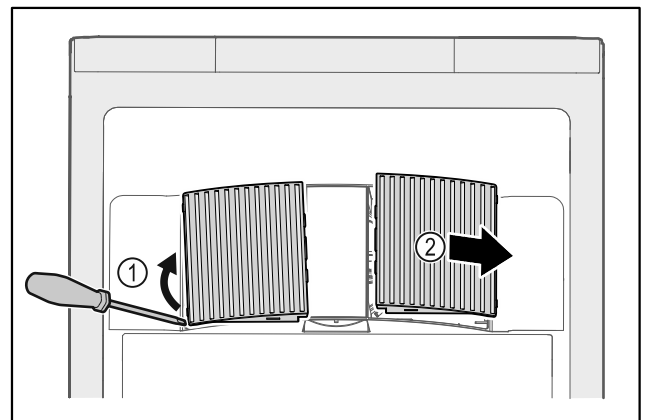

Fig. 141
- ▶ Oprezno podignite ventilatorske pokrove sa strane Fig. 141 (1) i skinite ih prema naprijed Fig. 141 (2).